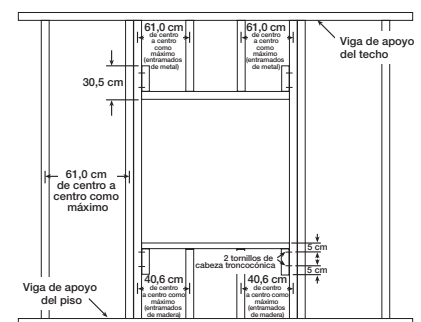

Figura 4 - Fijación del panel de pared de yeso
- Fije los paneles de pared de yeso a 30,5 cm de centro a centro a todos los pasadores y rebordes del conducto que rodean la abertura. Consulte la Figura 4.